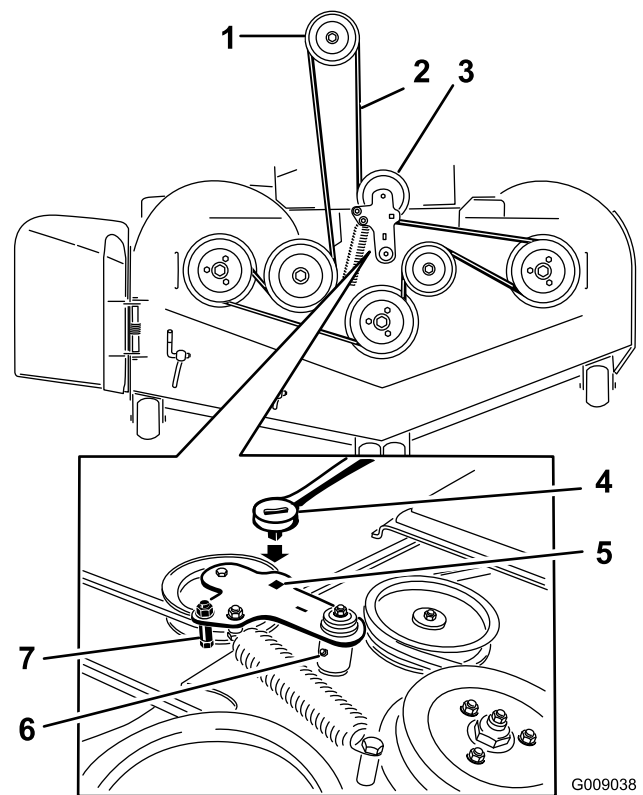

Figure 95
11. Tournez et vérifiez que la patte du guide-courroie vient frapper le moyeu de pivot (Figure 95).
12. Insérez le rochet dans le trou carré pour chausser la courroie sur la poulie de tension rappelée par ressort (Figure 95). Engagez les extrémités du ressort dans les rainures d'ancrage.
8. Insérez un rochet dans le trou carré du bras de la poulie de tension pour détendre le ressort de la poulie (Figure 95).
10. Acheminez la courroie neuve autour des poulies du plateau de coupe et de la poulie d'embrayage, sous le moteur (Figure 95).